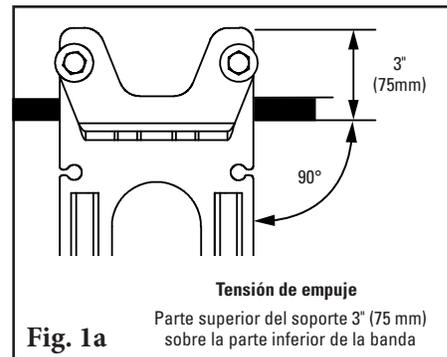

Fig. 1a
1. **Instale las bases de montaje del tensor de resorte. (para tensión de empuje consulte las instrucciones adicionales en la Página 10).** Sujete con mordaza la base de montaje en su posición de manera que la pestaña de la base superior se encuentre a la distancia apropiada sobre la parte inferior de la banda (Fig. 1a). Con el soporte en ángulo colocado como se muestra en la Fig. 1a para la tensión de empuje, atornille la primera base de montaje en su lugar. Localice y marque la posición de la base de montaje en el otro lado pero no la instale en este momento.
1. **Configure de nuevo el tensor estándar al estilo de empuje.** Quite las 3 tuercas, la arandela plana, los 2 bujes, el resorte y la manga (Fig. 1). Gire la base de montaje de manera que las dos bridas apunten hacia abajo y coloque de nuevo el soporte en ángulo. Vuelva a ensamblar los componentes en la barra roscada en el orden que se muestra (Fig. 1a).